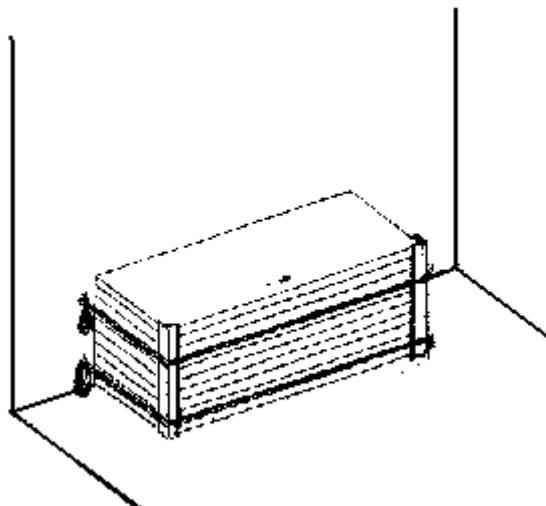

Figura 7 – Modo correto de armazenar – máximo 10 folhas
3.1 As portas devem ser transportadas na posição horizontal e travadas, não permitindo a sua movimentação. Armazenar no máximo 10 folhas, conforme a figura 7.